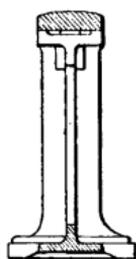

Fig. 125.
**Chaise** (fig. 125 et 126). — Support en fonte sur lequel se place un palier ordinaire, ce qui facilite la construction et le montage.